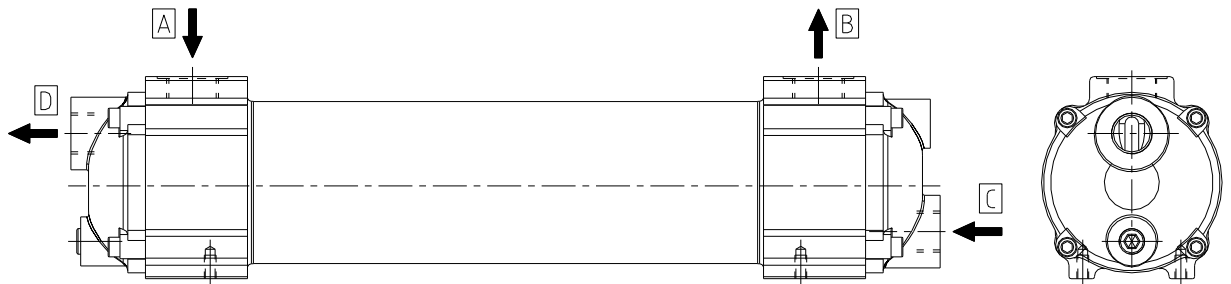

Bild 5: Öl-/Wasserkühler Ausf. TAK/T Serie 23 und 25
- Der Öl-/Wasserkühler ist mit Hilfe von Rohrleitungen bzw. Schläuchen an den entsprechenden Stellen (siehe Bild 5 bzw. 6) anzuschließen.